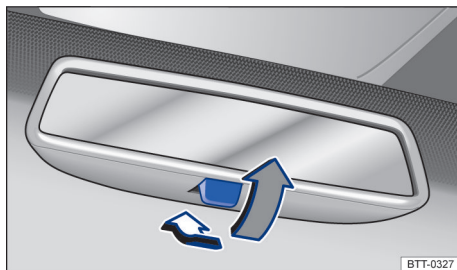

Fig. 88 No para-brisa: espelho retrovisor interno com antiofuscante manual.
- Para evitar o ofuscamento, puxar a alavanca para trás → Fig. 88.